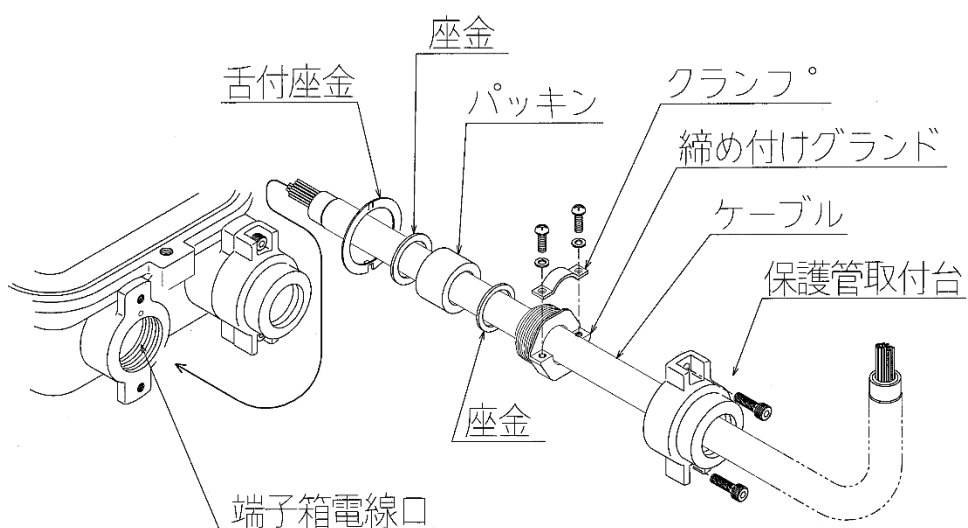

図5：耐圧パッキン式電線口詳細
- （3）ケーブルを図5の様に舌付座金、座金（2枚）、パッキン、締め付けグラントを順番に通します。ケーブルの位置決めをしたらクランプで締め付けグラントにしっかり固定します。